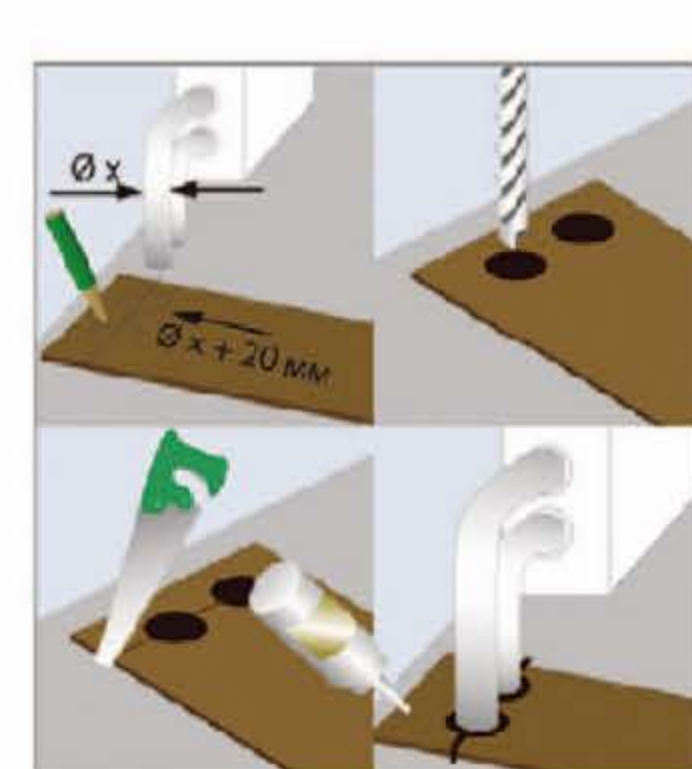

Рисунок 17
18. Приведенная на рис. 17 схема позволяет наглядно представить, каким образом, можно решить проблему обхода труб отопительной системы.